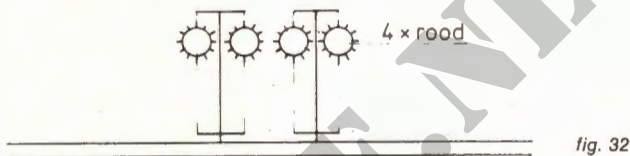

fig. 30
(2) Nachtseinen op de brugvleugels bij brugslag bij gedeeltelijke stremming (fig. 30).
fig. 30 sleutels